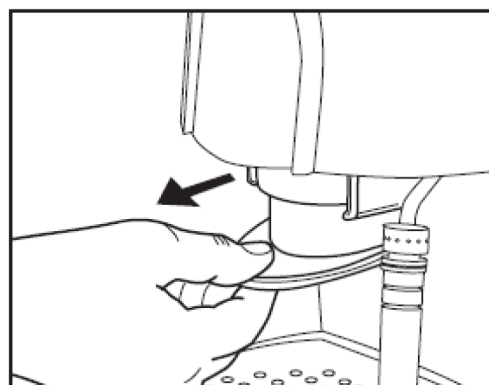

Fig. 11
- Dra ut kapselhållaren (Fig.11).